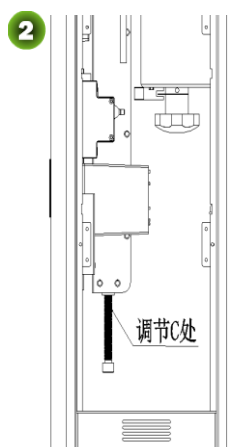

图 3-2B 调节闸杆抖动
- 2) 如遇到起落杆时有抖动，调节 C 处。起杆抖动就是弹簧力过大稍微把螺丝放松几圈，如落杆抖动请将螺丝拧紧几圈调到最佳状态；如图 3-2B；